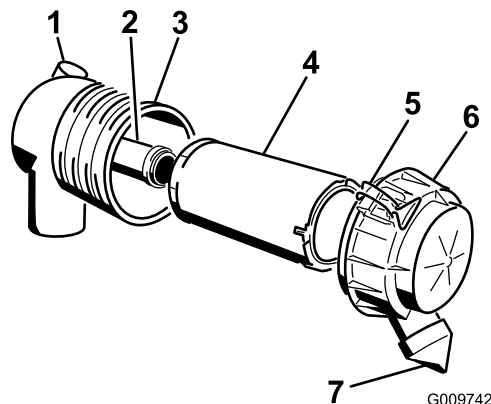

Figura 61
1. Glisai uor filtrul primar din corpul filtrului de aer (Figura 61).
4. Dacă înlocuiți filtrul de siguranță, glisați cu atenție filtrul nou în corpul filtrului (Figura 61).
6. Montați capacul filtrului de aer cu partea cu indicația „UP” (sus) în sus i fixați-l cu elementele de fixare (Figura 61).